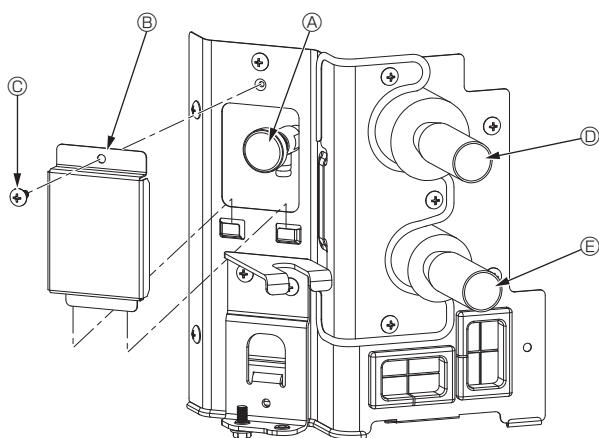

Fig. 7-1
7.2.2. Vanne de purge de l'appareil intérieur (Fig. 7-1)
- ① Retirez le couvercle de la vanne de purge d'air.
- ② Tenez "A" dans vos doigts et faites-le tourner 3-4 fois.
- ③ Vanne de purge
- ④ Couvercle de la vanne de purge (Couple de serrage : $1,3 \pm 0,3$ N·m, $1,0 \pm 0,2$ ft·lbs)
- ⑤ Vis
- ⑥ Depuis l'appareil HBC (Entrée)
- ⑦ Vers le contrôleur HBC (Sortie)